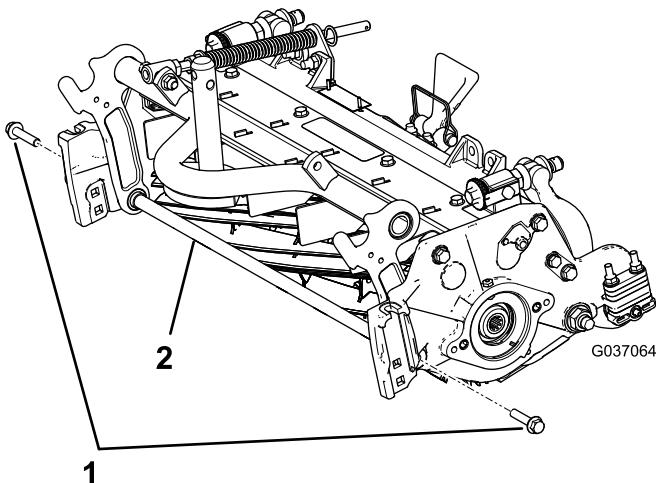

Рисунок 6
- A. Выверните два болта с фланцевыми головками, которые крепят несущий стержень, и снимите несущий стержень (Рисунок 6).